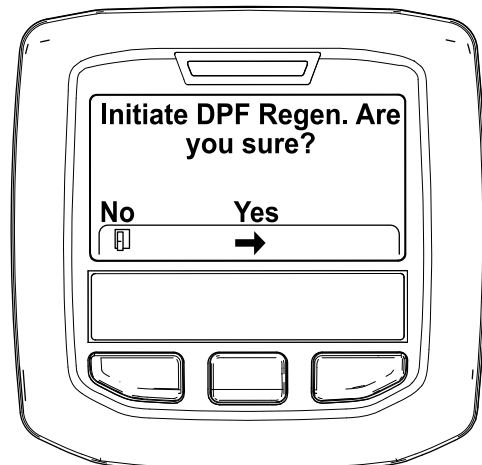

Figura 50
4. Quando surge a mensagem "Initiate DPF Regen. Are you sure?" (Iniciar Regen. DFP. Tem a certeza?), prima o botão central (Figura 50).